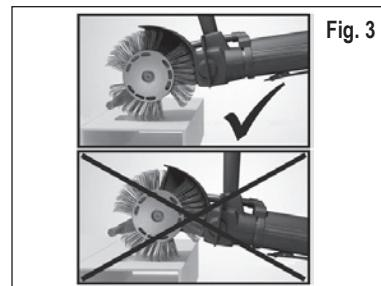

Fig. 3
- Pentru a se obține o performanță optimă, trebuie să se conducă tija de accelerare cât mai aproape de suprafața, care se prelucrează. Atunci când distanța dintre tija de accelerare și suprafața supusă prelucrării este prea mare, performanța scade în mod pronunțat. Vezi fig. 3. O descriere mai amănuntită a modului de lucru cu **MBX® Bristle Blaster®** se poate găsi de pe DVD-ul, livrat împreună cu unealta, sau pe site-ul www.monti.de.